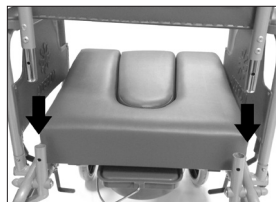

FIG. 2
- Per il montaggio dello schienale è sufficiente infilare le due estremità dei tubi nelle apposite aperture previste nella parte posteriore della sedia (FIG. 2).